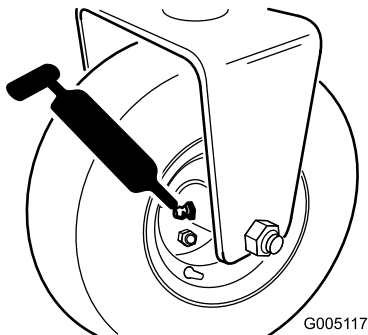

Figure 29
- Moyeu de rouleur arrière ou, si la machine est équipée d'un kit 3 roues motrices, embrayages à rouleur de roues arrière et roulement à billes extérieur (1) (Figure 29)